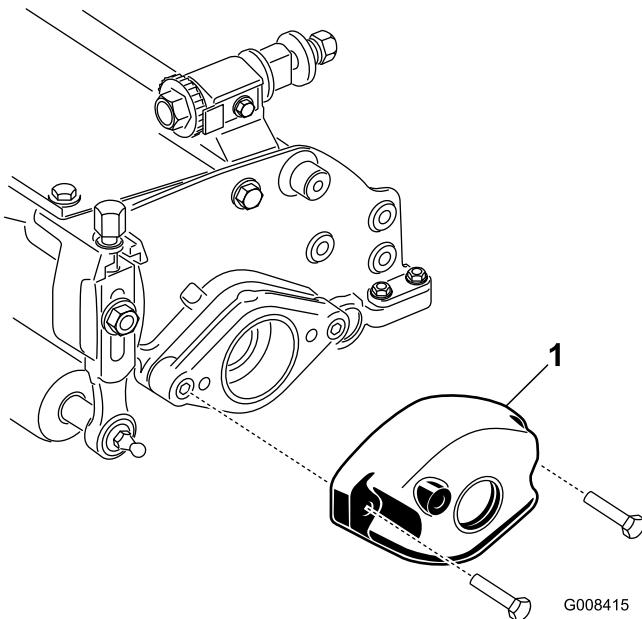

Figure 13
A. Retirez les 2 boulons de fixation du contrepoids à l'extrémité gauche du plateau de coupe. Déposez le contrepoids (Figure 13).